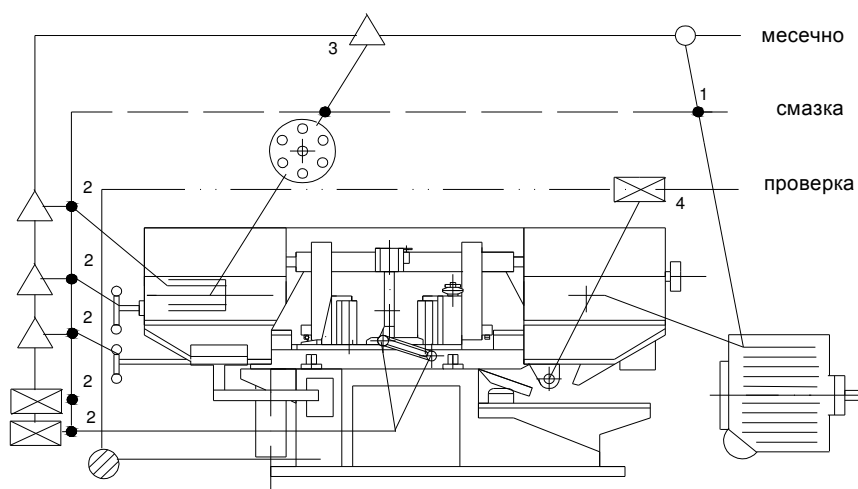

РИС.4
4.3.3. СМАЗОЧНАЯ СИСТЕМА Рис.4
Регулярно и заботливо смазывайте станок. Это обеспечит его нормальную работу долгое время. Схема смазки и виды масел показаны на **Рис.4**